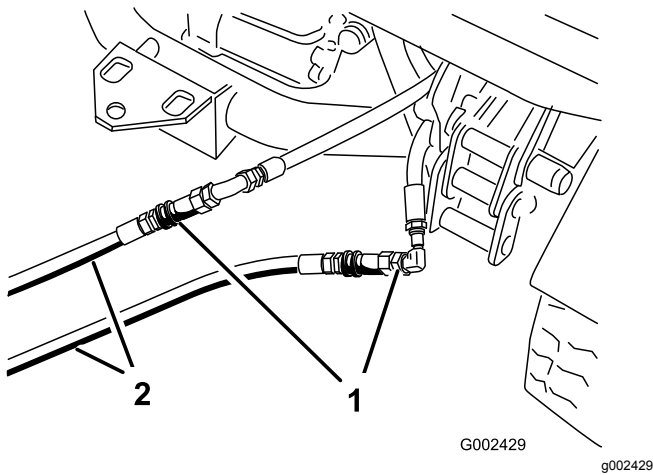

Bild 70
3. Schließen Sie an der defekten Maschine die beiden Überbrückungsschläuche an die Schläuche an, die abgeschlossen wurden (Bild 70).